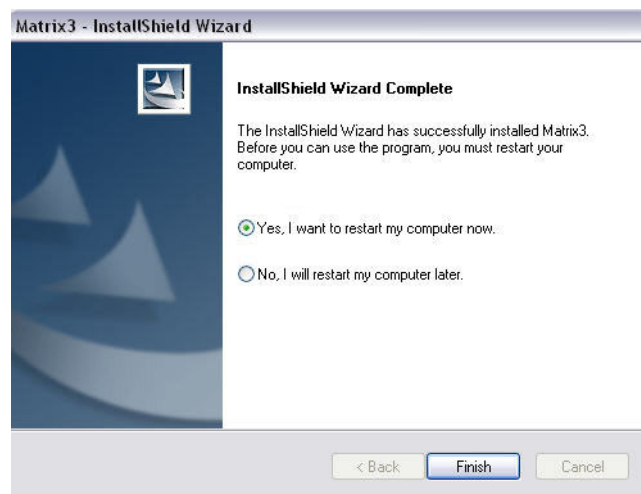

FIG. 10
12. Lorsque l'installation est terminée, l'écran illustré par la FIG. 10 s'affiche. Avant que Matrix ne fonctionne sur l'ordinateur, vous devez redémarrer ce dernier. Sélectionnez "Yes, I want to restart my computer" (Oui, je veux redémarrer mon ordinateur) puis cliquez sur le bouton **Finish** (Terminer) pour redémarrer.
14. Lorsque l'installation est terminée, l'écran illustré par la FIG. 10 s'affiche. Avant que Matrix ne fonctionne sur l'ordinateur, vous devez redémarrer ce dernier. Sélectionnez "Yes, I want to restart my computer" (Oui, je veux redémarrer mon ordinateur) puis cliquez sur le bouton **Finish** (Terminer) pour redémarrer.